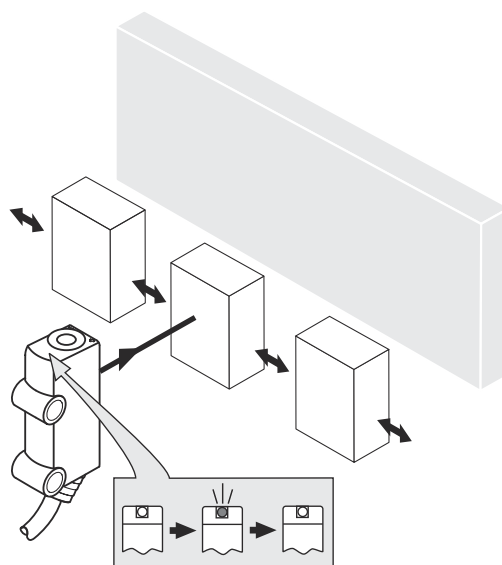

図 4: 優先方向
4. センサに対して対象物が検出可能な方向にあることを確認してください。参照 図 4, ページ 95